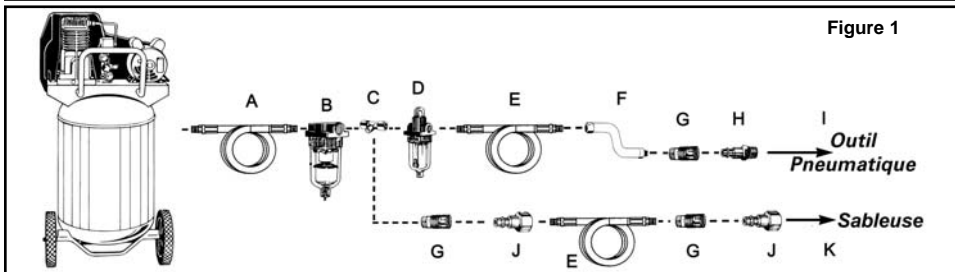

Figure 1
- Vous devriez, comme pratique courante, vider l'eau du réservoir et des conduites d'air chaque jour avant de les utiliser (consultez le guide d'utilisation du compresseur pour obtenir de plus amples renseignements). **IMPORTANT : L'installation d'équipement approprié d'évacuation de l'eau ou de l'huile est recommandée. Autrement les abrasifs durciront et obstrueront le pistolet de sablage, l'empêchant ainsi de fonctionner (suivez les directives d'installation du pistolet sableuse à la Figure 1).**
- Branchez l'outil au raccord rapide du tuyau d'air. **REMARQUE : Il est recommandé d'utiliser un tube flexible à raccordement à pivot (P012-0079SP - non inclus) afin d'empêcher que le tuyau d'air ne s'entortille ou ne se plie et de prévenir son usure excessive (voir l'élément F de la Figure 1 pour les connexions recommandées).**